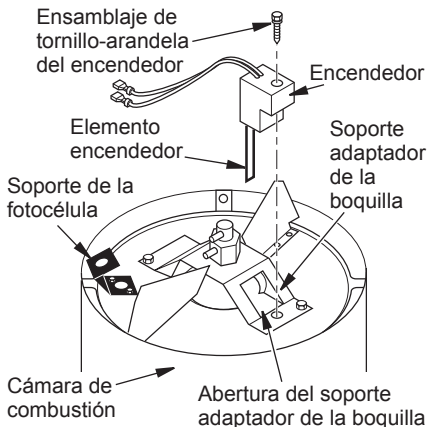

Figura 13 - Reemplazo del encendedor
5. Desconecte la manguera de la línea de combustible y la manguera de la línea de aire. Desmonte la fotocélula del soporte correspondiente (consulte la figura 13, página 36).
6. Desmonte la cámara de combustión. Coloque la cámara de combustión de manera que el extremo del soporte adaptador de la boquilla quede hacia arriba (consulte la figura 13, página 36).